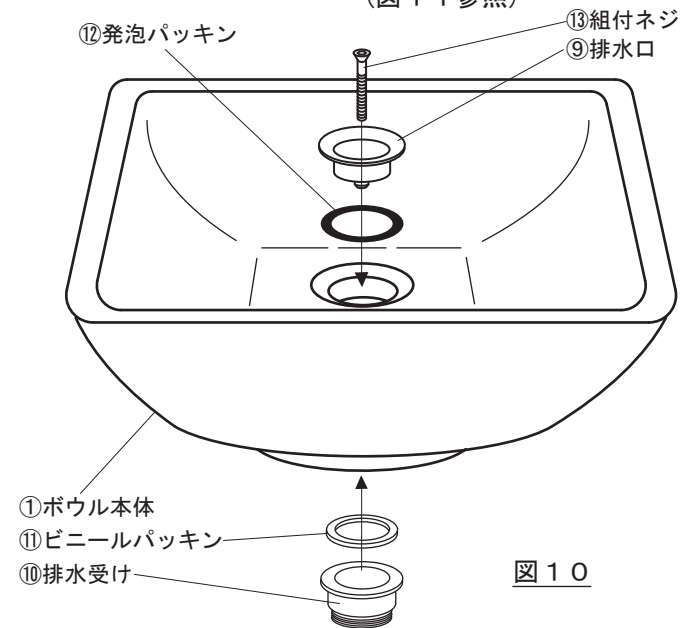

図10
- 8) ⑨～⑫までの排水部材を図10の順番で
①ボウル本体へ、水漏れのないように
⑬組付ネジでしっかりと締め付けます。